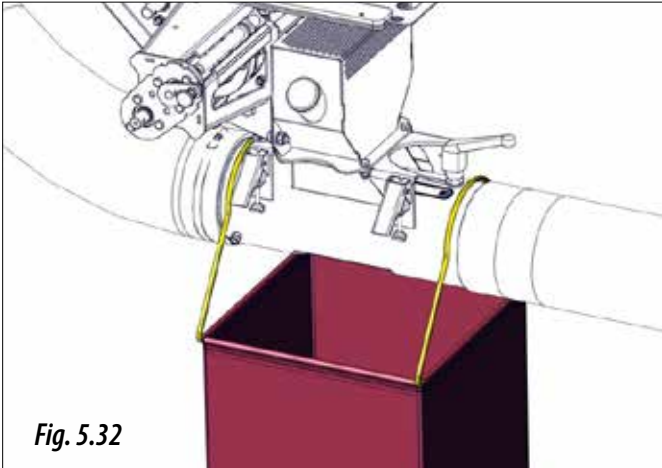

Fig. 5.32
- 4.A.3- Colocar el saco suministrado o un recipiente debajo de la salida del inyector venturi (Fig. 5.32).